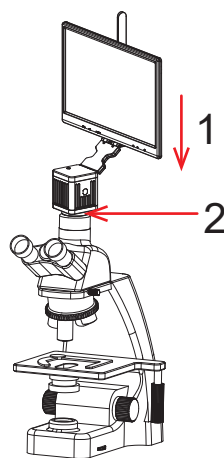

图12
(2) 把相机卡到显微镜的燕尾槽或旋入标准C接口上，方向如图12；拧紧显微镜燕尾槽上的紧固螺丝，把相机固定在显微镜上。